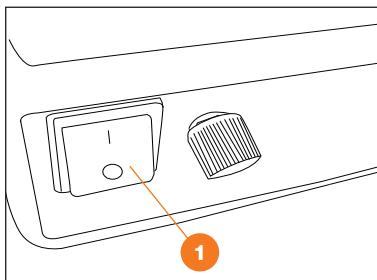

Рис. 7
Включите опрыскиватель, переведя клавишный выключатель ① в положение «Вкл», после чего насос опрыскивателя заработает и начнет создавать давление. Создав номинальное давление, насос автоматически отключится (Рис. 7).
Чтобы закончить процесс опрыскивания, отпустите рукоятку управления и переведите клавишный выключатель ① в положение «Выкл» (Рис. 7).